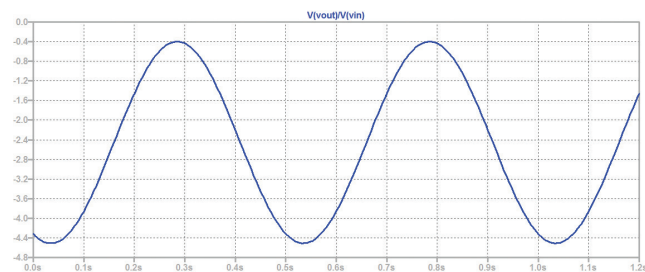

図2. 出力電圧のトランジェント解析
- ▶ **トランジェント解析**：回路の入力部に信号発生源を接続します。その設定としては、振幅が500μV、周波数が2Hz、オフセットが500mVの正弦波が生成されるようにします。出力信号の振幅をプロットし、回路のトータルゲインを確認します（図2）。